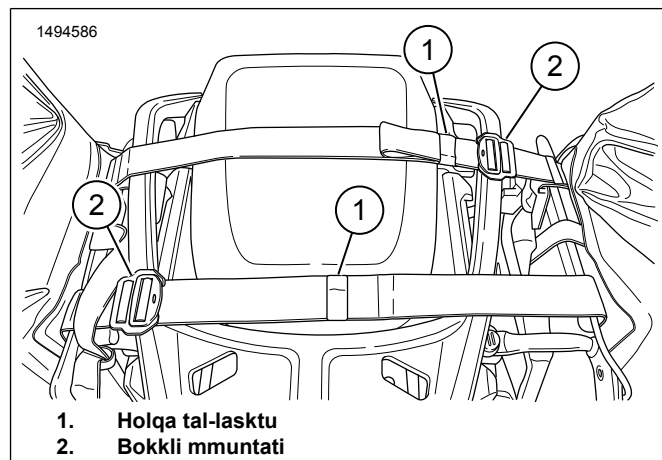

Figura 3. Ċineg tul is-Sedil tal-Passiġġier
4. Figura 3 Installa s-saddlebags fuq il-vettura biċ-ċineg imqabnda fuq in-naħa ta' wara tas-sedil tal-passiġġier.
6. Figura 3 Poġġi ċ-ċineg żejda fil-ħoloq tal-lasktu (1).